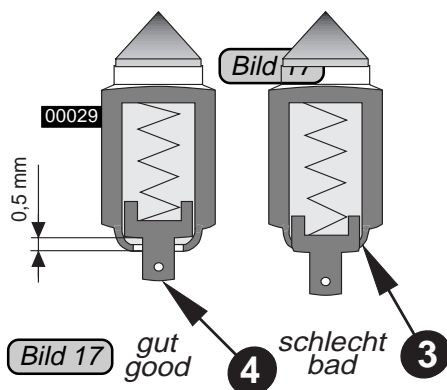

Bild 17
Bei abgenommener Schwimmerkammer Schwimmernadelventil kontrollieren. Bei sichtbarem Verschleiß der Bördelung ③ beim gefederten Stift ④ ist das Ventil zu erneuern. Wird der Abstand von 0,5 mm (siehe Bild 17) kleiner beeinflusst dies auch das Schwimmergebiet.